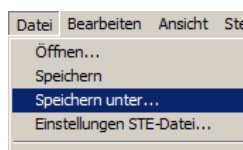

Abb. 5: Antriebsparameter speichern
7. Antriebsparameter abspeichern (siehe Abb. 5).